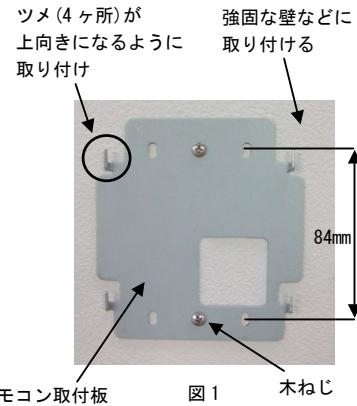

図1 リモコン取付板 木ねじ
(1) 取り付け場所の選定
(2) 壁面に取り付ける場合 (コード露出配線)
- リモコン取付板を木ねじ($\phi 3.5 \times 25$)2本で壁に取り付けてください。(リモコン取付板はツメが上向きになるように取り付けてください。) (図1)